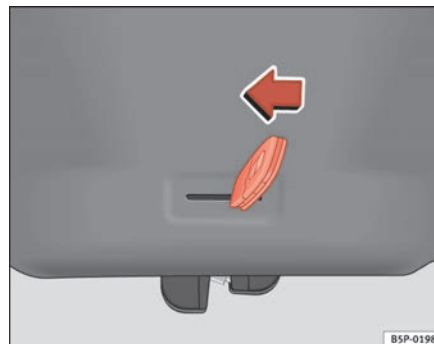

Abb. 66 Heckklappe:
- Stecken Sie den Schlüsselbart in den Schlitz und entriegeln Sie das Verriegelungssystem, indem Sie den Schlüssel von rechts nach links in Richtung Pfeil bewegen ⇒ Abb. 66. ■